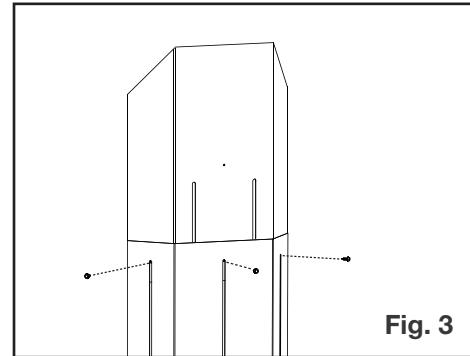

Fig. 3
3. Utilisez les attaches à l'étape 1 pour maintenir la nouvelle hauteur de bouclage d'évent (**Fig. 3**).